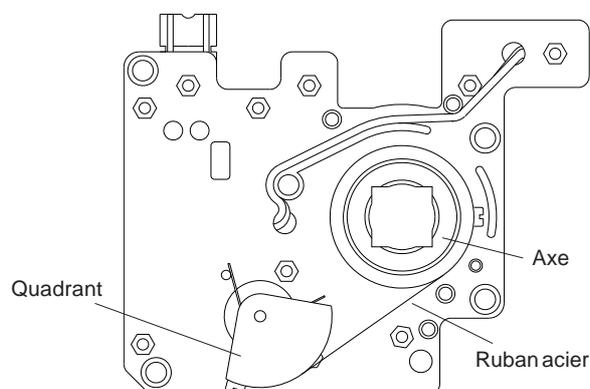

FIGURE 3 : Plaquette porte-circuit (dessous) avec l'axe et le potentiomètre en position mi-course
- 4.3 Mesurer la course disponible de l'axe du positionneur. Elle est limitée par la course du quadrant de roue du potentiomètre relié à l'axe par une lame en acier inox (voir figure 3). Remettre en place dans le boîtier du positionneur la plaque rouge **avec l'axe en position mi-course**. Il est indispensable que les deux axes soient correctement orientés l'un par rapport à l'autre. En effet, s'il y a un décalage de 90°, le quadrant de roue et le mécanisme d'entraînement peuvent être forcés et endommagés lors d'une rotation importante de l'actionneur.